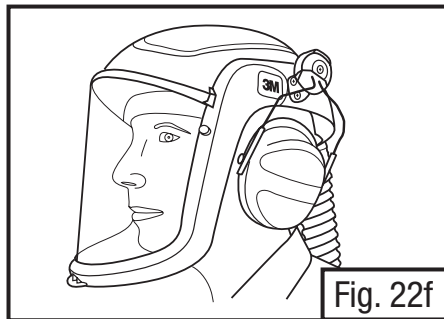

Fig. 22f
- **Utilisation :** Pendant l'utilisation, pousser les tiges métalliques complètement vers l'intérieur en direction de la tête jusqu'à ce que l'on entende un « clic » (Fig. 22f). Les coussinets des coquilles doivent envelopper complètement l'oreille et être étanches contre la tête. Pour une atténuation maximale du bruit, dégager les cheveux qui se trouvent derrière les oreilles pour que les coquilles soient en contact étroit avec la tête.